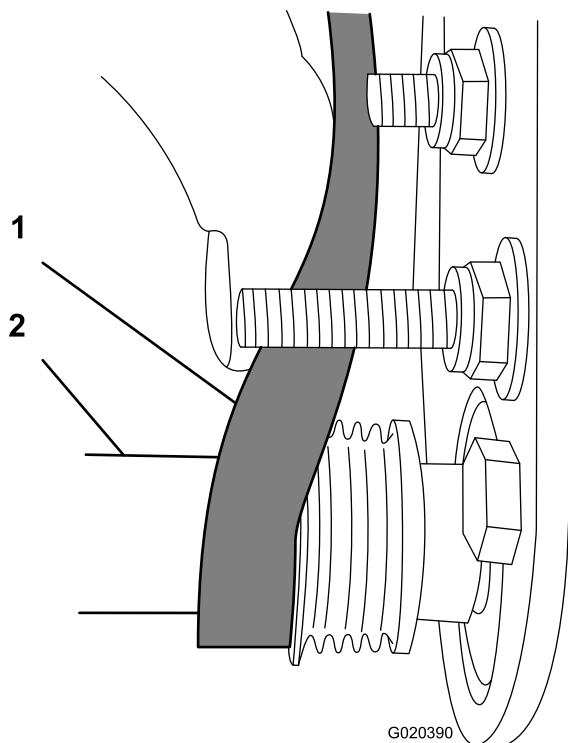

Figura 25
- C. Utilize um casquilho fundo de 9/16 pol. para rodar o conjunto da escova e orientar correia para a polia acionada (Figura 25).